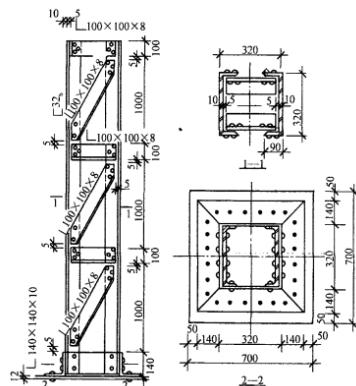

图 2-17 钢柱结构图
如图 2-17 为钢柱结构图, 计算 20 根钢柱的工程量。钢柱制作工程量按图示尺寸以 t 单位计算。(1) 该柱主体钢材采用槽钢 32b 单位长度质量 43.25 kg/m; (2) 水平杆角钢 100×8, 单位质量 12.276 kg/m; (3) 斜杆角钢 100×8, 单位质量 12.276 kg/m; (4) 底座角钢 140×10, 单位质量 21.488 kg/m; (5) 底座钢板 -12, 单位质量 94.20 kg/m²。